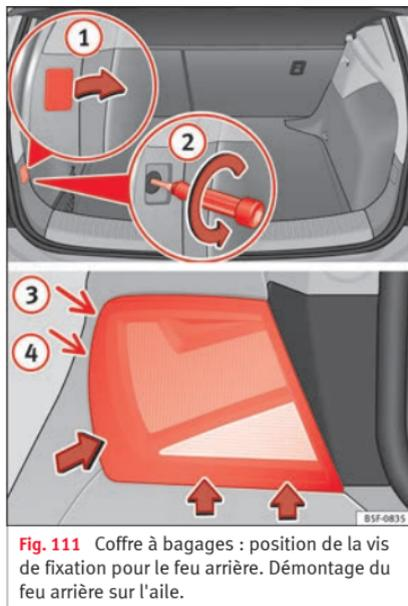

Fig. 111 Coffre à bagages : position de la vis de fixation pour le feu arrière. Démontage du feu arrière sur l'aile.
- Enlevez le cache à l'aide du tournevis à tête plate au niveau de l'évidement » **fig. 111** ①.
- Desserrez la vis qui se trouve derrière dans le sens contraire des aiguilles d'une montre (flèche) » **fig. 111** ② à l'aide d'un tournevis et retirez-la avec précaution.
- Basculez le feu dans le sens des flèches jusqu'à ce qu'il quitte son logement (positions ③ et ④) » **fig. 111**.